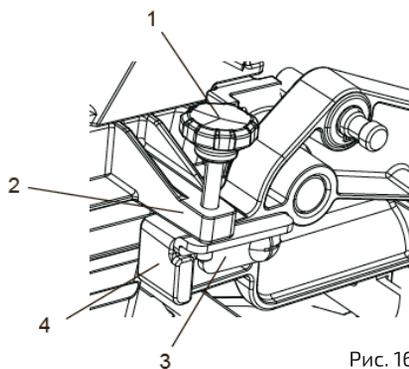

Рис. 16
1. Перемещая режущий блок вверх, вращать стопорную ручку (1) против часовой стрелки, пока ручка не выйдет из нижней части стопорного блока (2) (рис. 16).
2. Вращать стопорную пластину (3) по часовой стрелке.
1. Перемещая режущий блок вверх, вращать стопорную ручку (1) против часовой стрелки, пока ручка не выйдет из нижней части стопорного блока (2) (см. рис. 16).
2. Вращать стопорную пластину (3) против часовой стрелки, чтобы она коснулась основания упора (4).
3. Убедиться, что стопорный блок (2) полностью касается стопорной пластины.
2. Удерживая блок в этом положении, вращать стопорную ручку (1), пока она не коснется стопорной пластины (3) (см. рис. 16).
Внимание! Если затяжка стопорной пластины ослабнет, это может мешать подъему и опусканию режущего блока. Необходимо подтянуть крепление пластины, как показано на рис. 16.